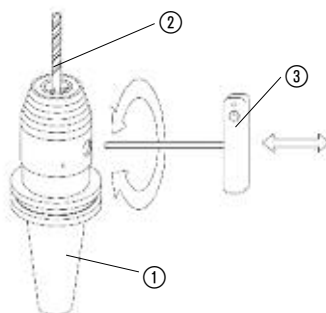

Fig. 2
Tourner la clé ③ dans le sens des aiguilles d'une montre jusqu'à atteindre le couple de serrage (voir tableau page 18) pour serrer l'outil de coupe dans les conditions requises (Fig. 2).